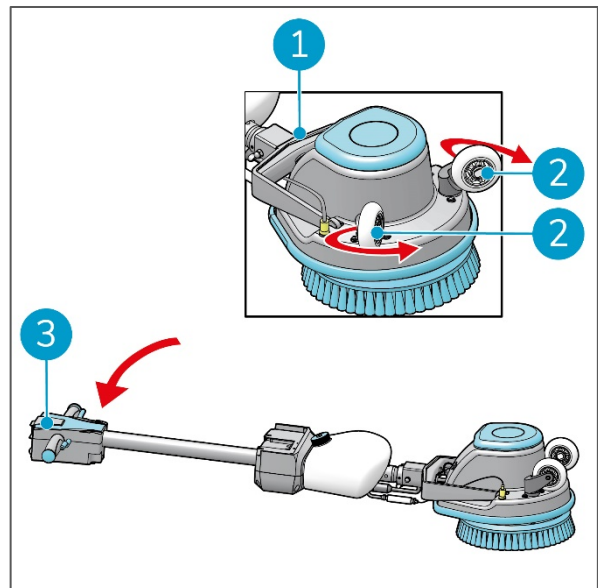

Figura 5
1. Ruotare le ruote di trasporto (Figura 5, pos 2) verso l'interno finché non si bloccano in posizione.
2. Spingere la maniglia verso il basso (Figura 5, pos 3) per bloccare il manico con il pistoncino filettato (Figura 5, pos 1).